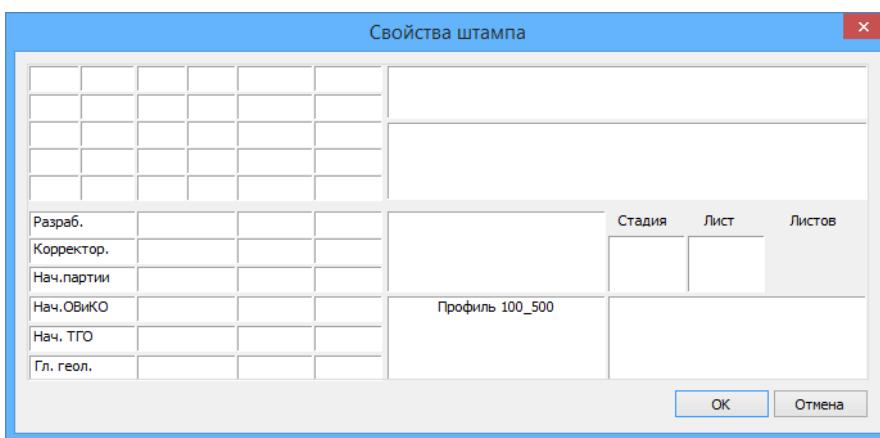

Рис. 5 Заполнение штампа.
Проект – это набор связанных документов: чертежей планов, профилей и других документов (см. рис. 5) Данные с профилей и планов используются при формировании общей базы проекта (см. Модель данных). Информация о файлах, включенных в проект, хранится в файле проекта *.prj, который размещается в папке проекта. Название файла проекта совпадает с названием папки проекта.
2. В диалоговом окне *Свойства штампа* (см. рис. 5) заполнить поля штампа и нажать OK.